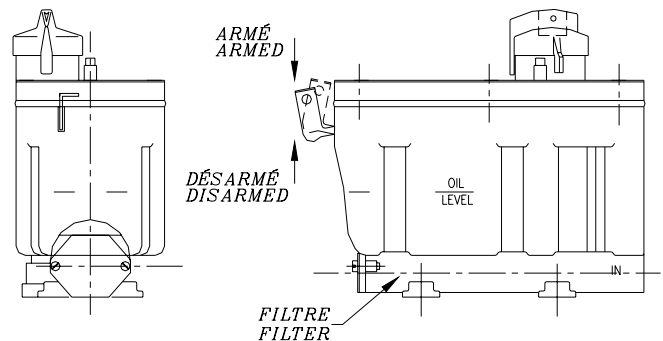

Figure 14A: ARMEMENT / DÉSARMEMENT DE LA VANNE À NIVEAU CONSTANT (CARBURATEUR).
- Armez le levier de la vanne d'alimentation (carburateur) situé derrière l'appareil en l'abaissant (voir figure 14A).